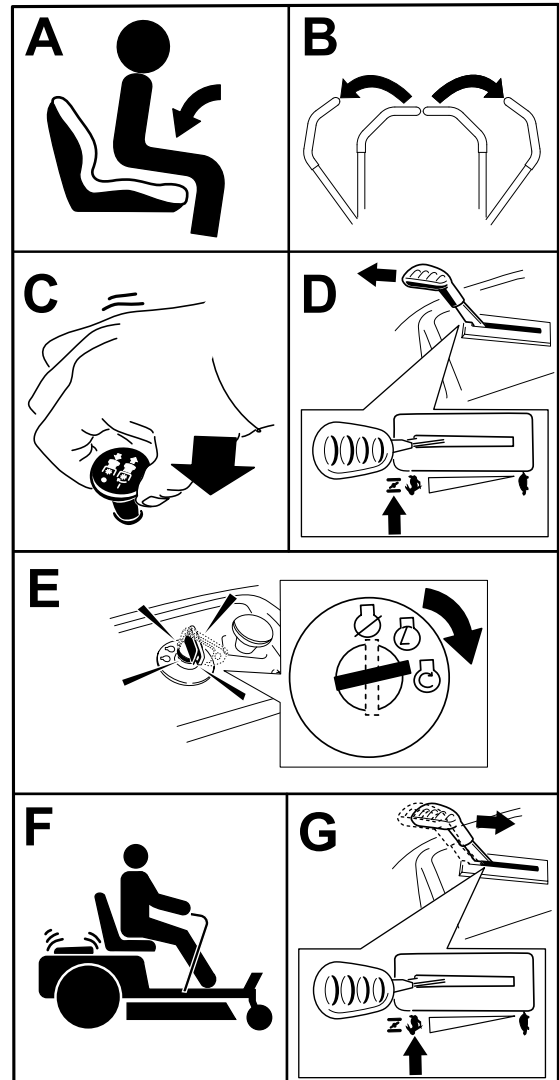

Figura 19
**Nota:** Puede ser necesario sujetar la palanca contra el tope, en la posición Estárter, mientras intenta arrancar el motor (Figura 19).
1. Desengrane las cuchillas moviendo el mando de control de las cuchillas a la posición de DESENGRANADO (Figura 19).